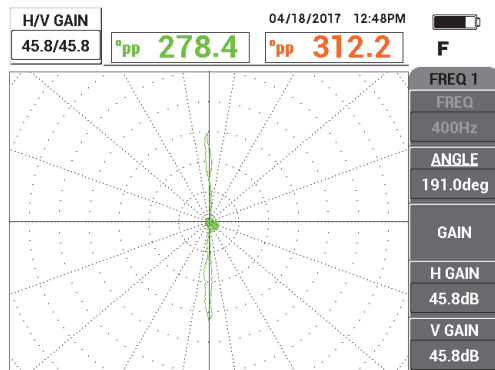

図 5-194 ゲインの調整
5. ゲインキーを押し (**dB**)、きず信号が約垂直 4～6 目盛の高さになるまでゲインを増やします。フリーズキーを押して (❄) 信号の取得を有効にします (268 ページの図 5-194 参照)。